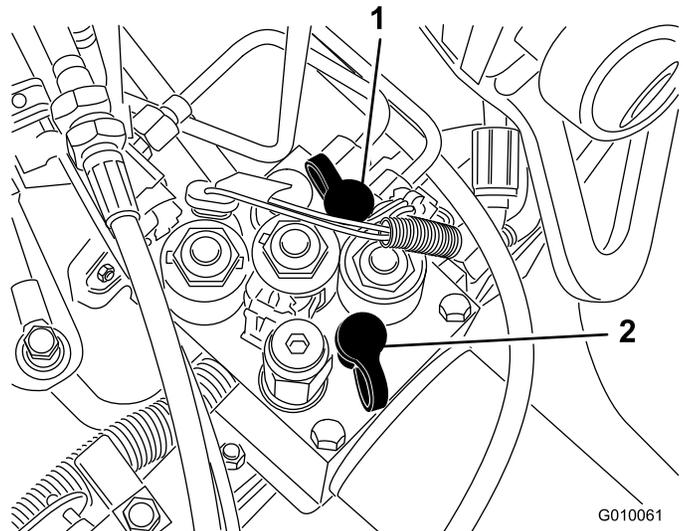

図 65
- テストポートG2 図 65は走行チャージ回路の故障探究用ポートです。
- テストポートG1 図 65は昇降回路の故障探究用ポートです。